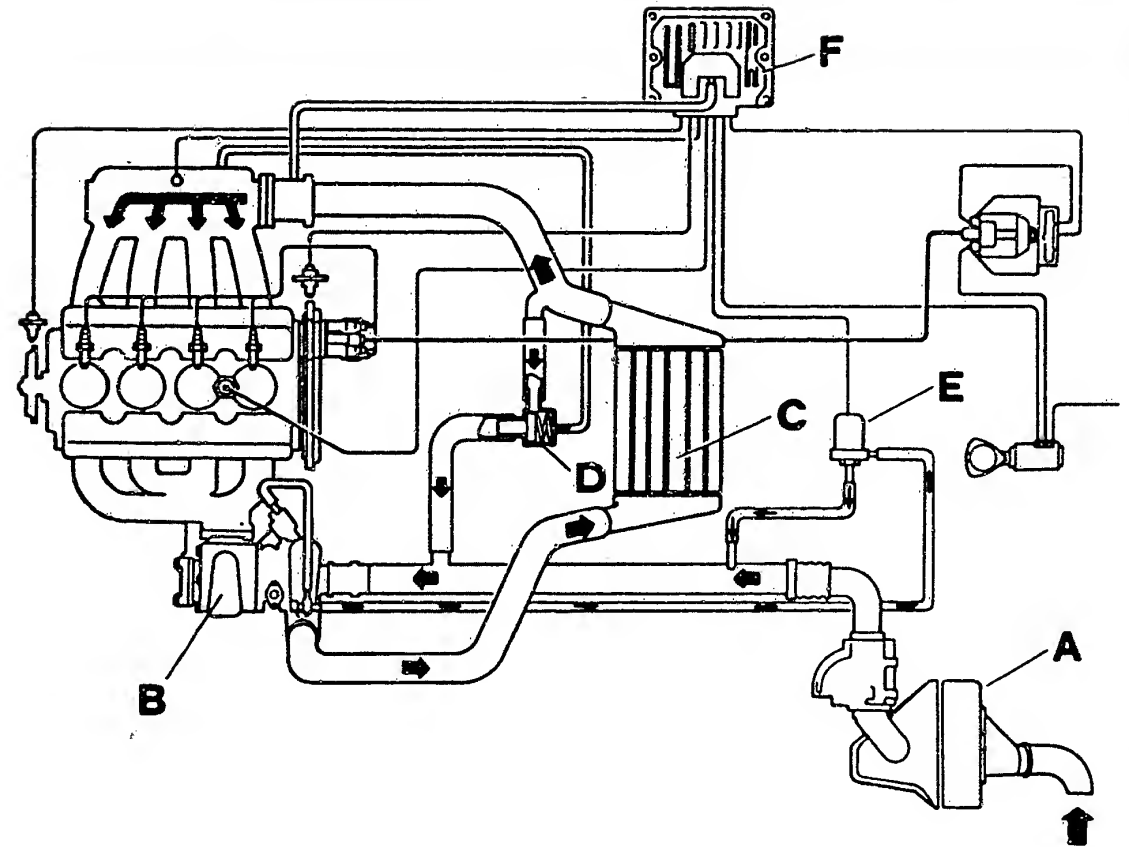

Bild 37 Schematische Darstellung des Aufladesystems vom 2000 i.e. turbo:
Beim Beschleunigen zwischen 2500/min und 5300/min wird das «Waste-gate»-Ventil des Turboladers während 2 bis maximal 30s überbrückt, so dass der Ladedruck von normalerweise 0,76bar auf 0,89bar ansteigt. Mit einem Magnetventil (E in Bild 37), das vom Steuergerät der Zündanlage überwacht wird, wird der auf das Waste-gate-Ventil wirkende Druck auf die Ansaugseite des Laders abgelassen. Das Magnetventil ist zur Überprüfung an 12V anzuschließen, wobei es hörbar schalten muss.
Das elektr. Steuergerät dieser Zündanlage ist im Motorraum neben dem Batteriekasten befestigt. Er erhält seine Informationen von je einem Geber am Schwungrad (Drehzahl) und an der Kurbelwellen-Riemenscheibe (OT), einem Klopfsensor, einem Ladedrucksensor und dem Unter-, bzw. Überdruck an der Drosselklappe. Der Micro-Computer steuert das Schaltgerät der Zündanlage und das Magnetventil für die Overboost-Funktion an (siehe auch Bild 37). Der Zündverteiler wird von der Nockenwelle über einen asymmetrischen Flansch angetrieben, der eine verkehrte Montage des Verteilers verunmöglicht.